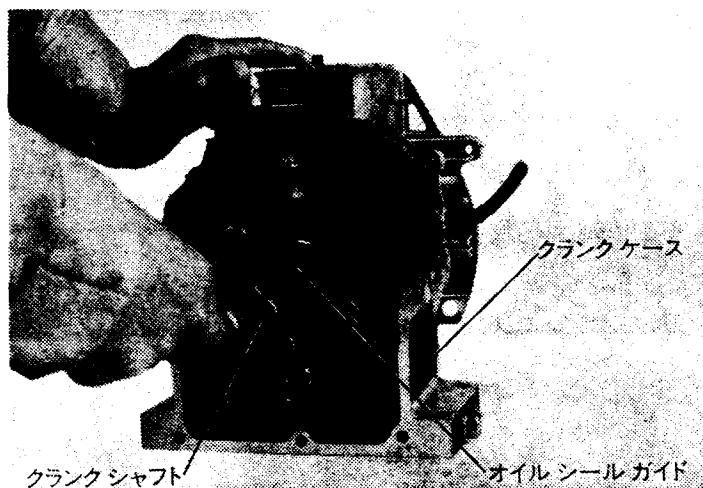

Fig 5-4-1
- (a) クランクシャフトオイルシールガイドをクランクシャフト先端に組付けFig 5-4-1の様にしてクランクケースに組付けます。